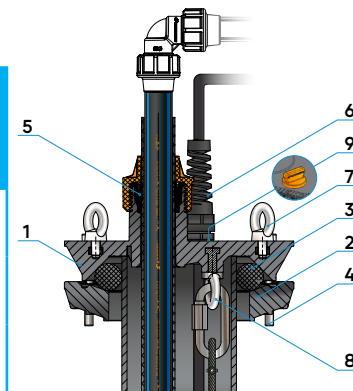

Рисунок 1
4.1. Устройство оголовка (рисунок 1).